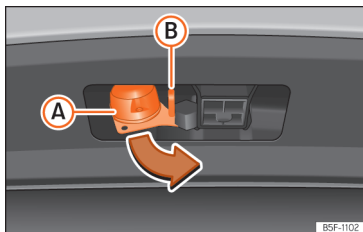

Abb. 263 13-polige Steckverbindung drehen
- Halten Sie die 13-polige Steckverbindung im Bereich (A) und ziehen Sie sie in Pfeilrichtung heraus »» **Abb. 263**.
- Halten Sie die 13-polige Steckverbindung im Bereich (A) und stecken Sie sie entgegen der Pfeilrichtung ein »» **Abb. 263**.
Die Sicherheitsöse (B) »» **Abb. 263** dient dem Einhängen des Halteseils des Anhängers.